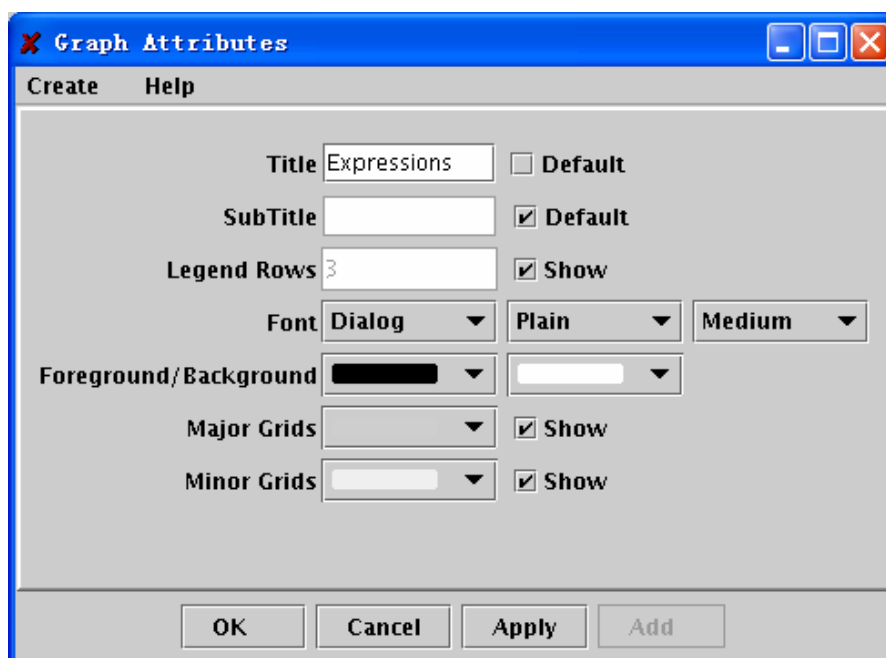

图 12.12 编辑图表的属性
- 1) 通过选择“Graph” → “Edit”, 或者在图表中双击鼠标, 打开“Graph Attributes”对话框, 如图 12.12 所示。